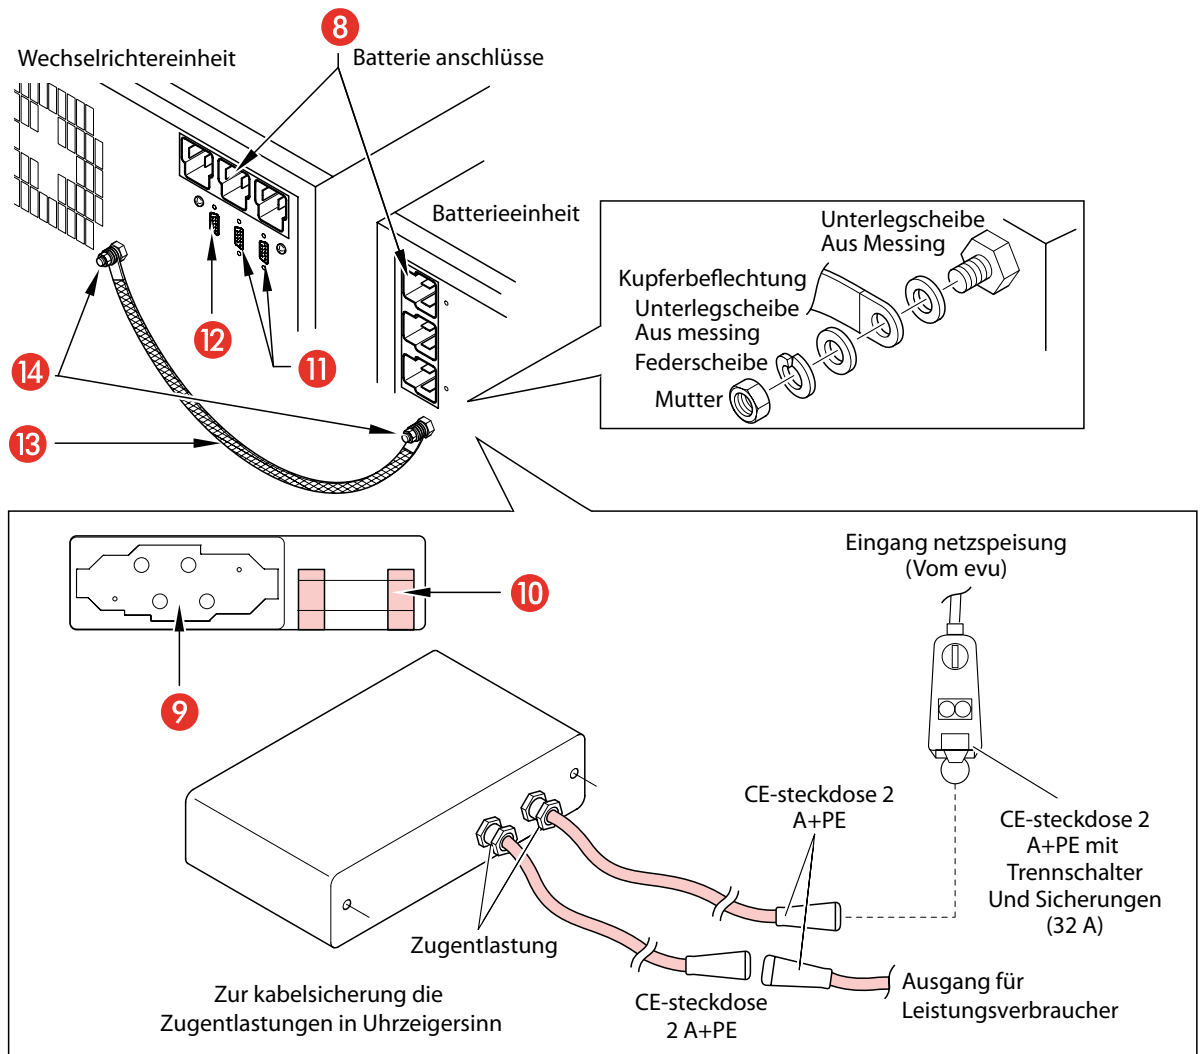

Abb. 6.
Doppeleinheit (Abb. 6):
2. Die Erdverbindung zwischen den zwei Einheiten mit dem beiliegenden Kupfergeflecht herstellen (siehe Abb. 6).
7. Den Steckverbinder Eingang-Ausgang an den Anschluss [9] auf der Rückseite der USV-Einheit anschließen und mit den zugehörigen Schrauben am Rahmen befestigen (siehe Abb. 6).